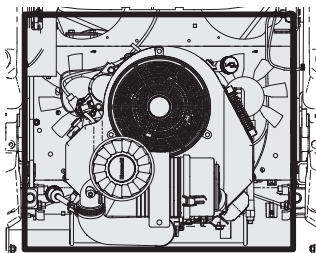

Fig. 31
- Nettoyez le collecteur d'échappement, les fusibles, tous les câbles et faisceaux, le tuyau du silencieux, le bouclier du silencieux, les grilles d'admission du moteur et les ailettes de refroidissement, etc. (Fig. 31).